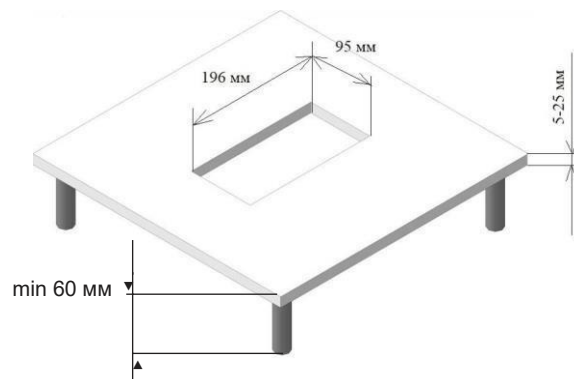

Рис. 2
1. Вырезать монтажное отверстие размером: 196 x 95 мм (рис. 2).